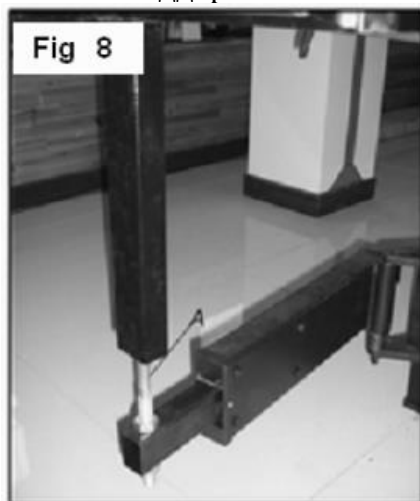

Рис.12
2. Установить опору (А) стола для поперечной распиловки на узел поворотной консоли и рукой затянуть контргайки. Опора требует дальнейшей регулировки. *Рис.12*